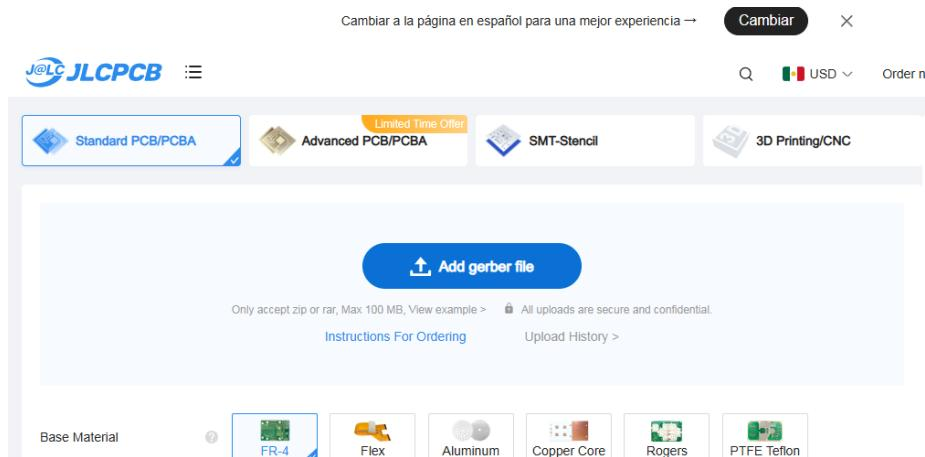

Ilustración 4 Pagina JLCPCB.
Paso 3: Seleccionamos el archive.zip que se encuentra en la siguiente dirección: KiCad > Ant ESP8266.zip > Gerber >GerberESP8266.zip (Ilustración 4).